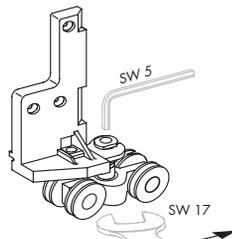

Bild 3 Lagerbolzen L mit Stiftschlüssel SW 5 festhalten und Klemmutter mit Gabelschlüssel SW 17 fest anziehen
Lagerbolzen L des Laufwagens (10) mit Stiftschlüssel SW 5 festhalten und Klemmutter mit Gabelschlüssel SW 17 fest anziehen, siehe Bild 3.